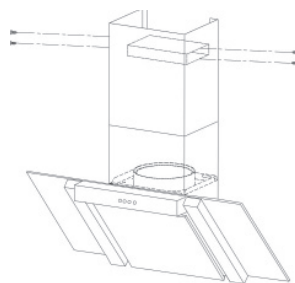

Abbildung 12
- Befestigen Sie den T-Sharp am inneren Teil der Rohrabdeckung (siehe *Abbildung 12*).